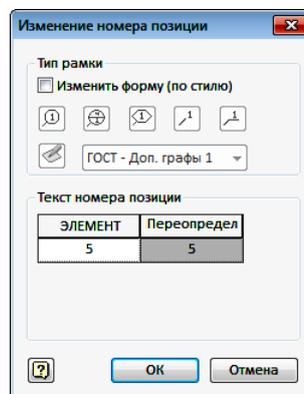

Рис. 4.43. Диалоговое окно «Изменение номера позиции»
15. В появляющемся диалоговом окне в поле «Переопредел.» измените значение на верное и нажмите «ОК» (рис. 4.43).